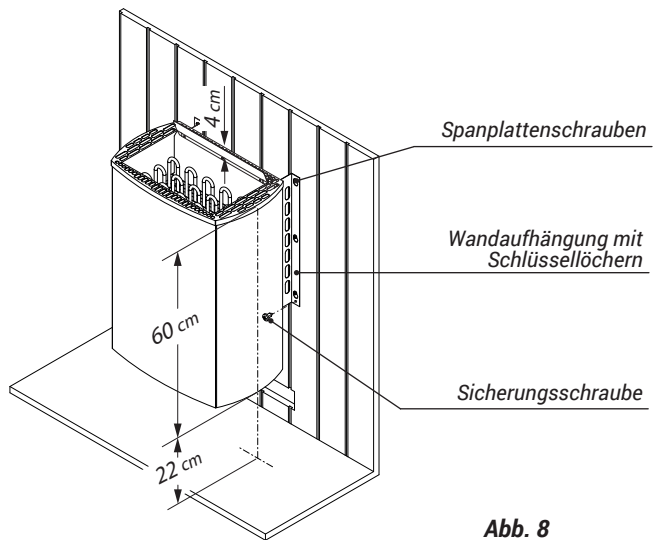

Abb. 8
- Jetzt können Sie das Saunaheizgerät mit den Schlüssellöchern in die bereits an der Kabinenwand befestigten Spanplattenschrauben einhängen und anschließend mit den beiden Sicherungsschrauben an den Wandaufhängungen sichern. (Abb. 8)